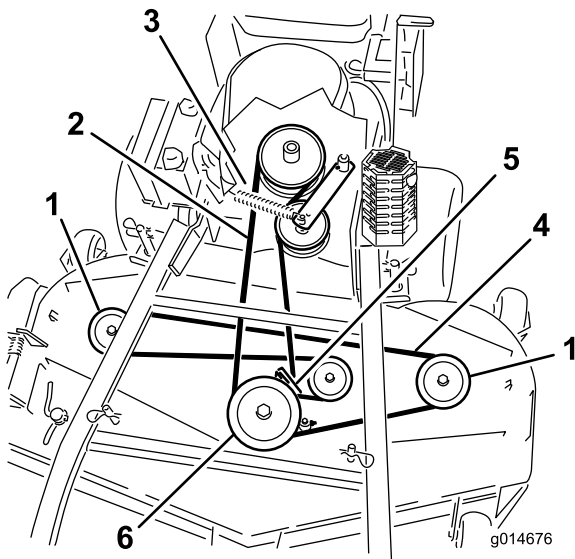
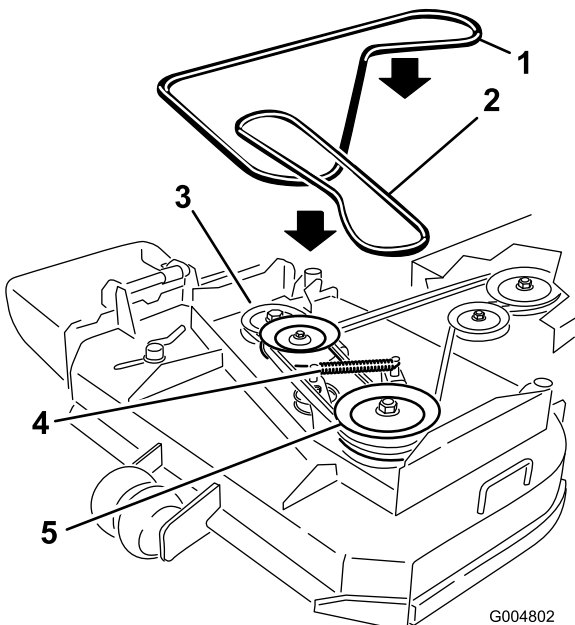

Figure 50
Figure 51
6. Décrochez le ressort du bras de la poulie de tension pour réduire la tension sur le bras et la poulie de tension, puis enlevez la courroie usagée (Figure 50 ou Figure 51).
7. Placez une courroie neuve autour des deux poulies d'axe extérieures, de la poulie de tension et dans la gorge inférieure de la poulie d'axe double (Figure 50 ou Figure 51).
8. Raccrochez le ressort du bras de tension (Figure 50 ou Figure 51).
10. Réglez l'écartement entre le guide et la courroie à 3 mm (1/8") (Figure 50 ou Figure 51).